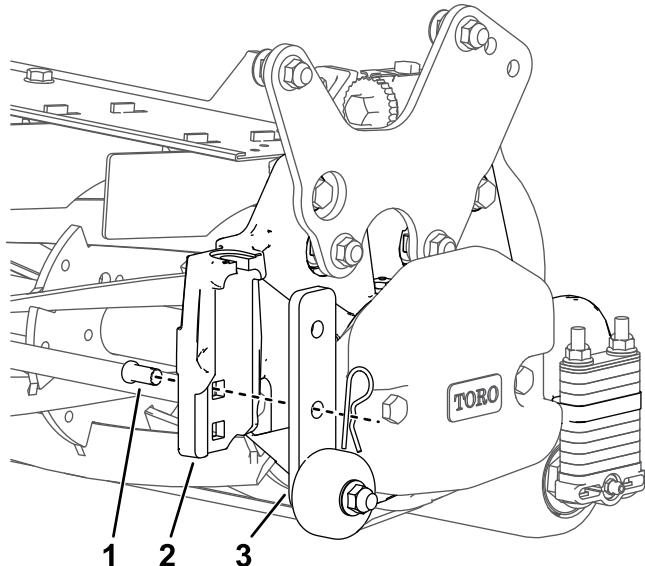

Figura 19
- Sollevate le staffe delle rotelle da officina dopo aver sollevato l'apparato di taglio in posizione di funzionamento (Figura 19).